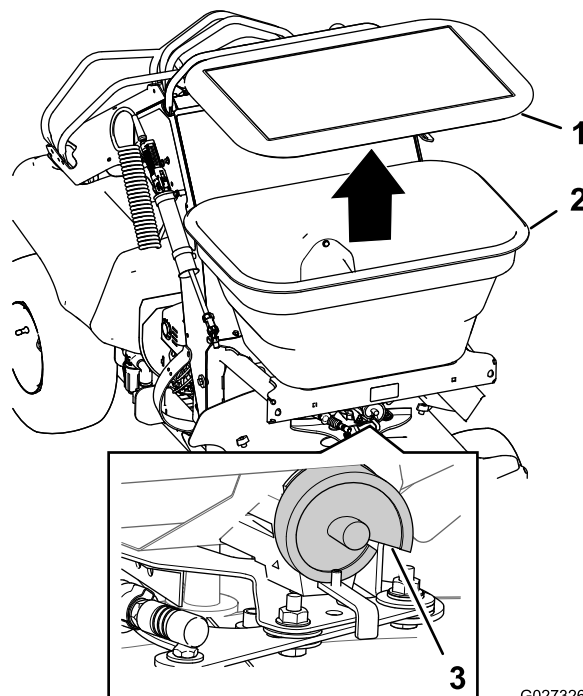

Figure 31
4. Consultez les Tableaux d'épandage \(page 34\) pour déterminer le réglage de la came de dosage (Figure 31).
5. Enlevez le couvercle de la trémie, ajoutez le produit d'épandage et remettez le couvercle sur la trémie (Figure 31).